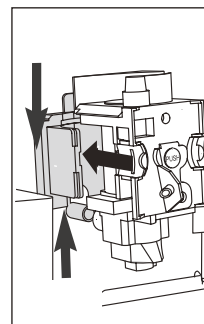

Fig. 42
- Después de la limpieza, vuelva a colocar la unidad de infusión (A5) deslizándola sobre el soporte interno y el pasador en la parte inferior y, después, pulse el símbolo PUSH (Empujar) por completo hasta que haga clic en su lugar (Fig. 42).